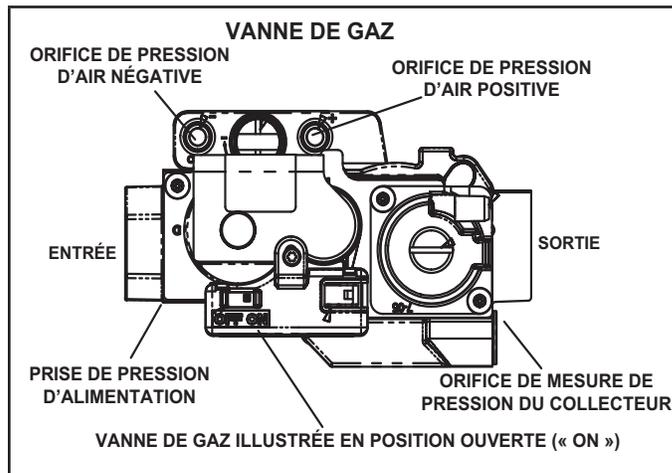

FIGURE 54
Fonctionnement de la vanne de gaz (FIGURE 54)
- 6 - Mettez l'interrupteur de la vanne de gaz sur « OFF ». Reportez-vous à FIGURE 54.
- 8 - Mettez l'interrupteur de la vanne de gaz sur « ON ». Reportez-vous à FIGURE 54. Ne forcez pas.